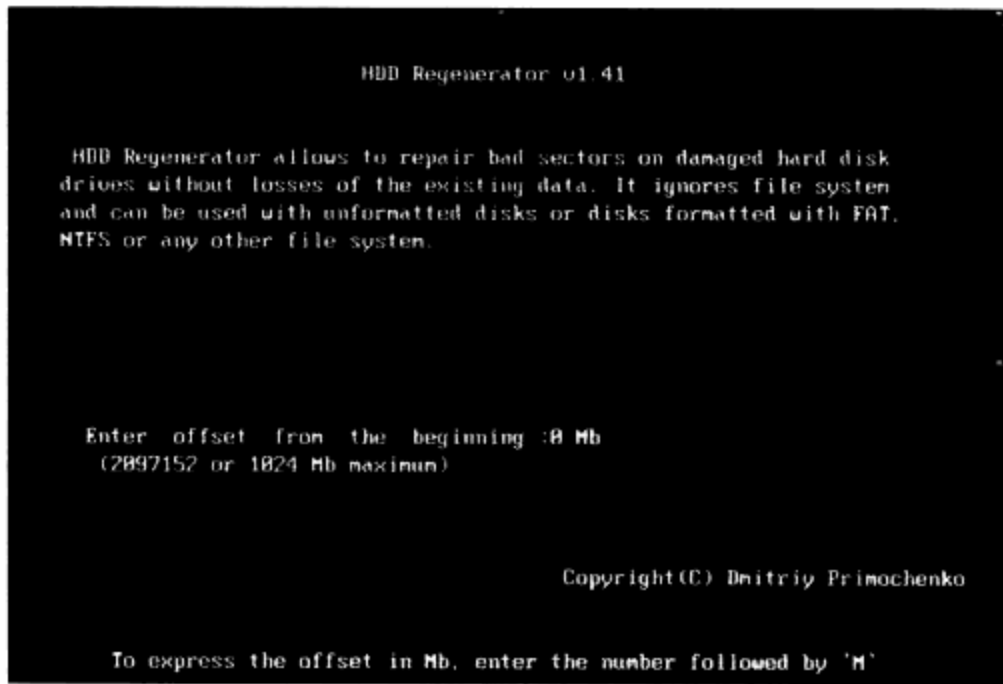

图9-9 选择硬盘界面
**步骤 01** 如果只有一块硬盘，直接按Enter键就可以对硬盘进行扫描。如果有几块硬盘，需要进行选择。如图9-9所示。